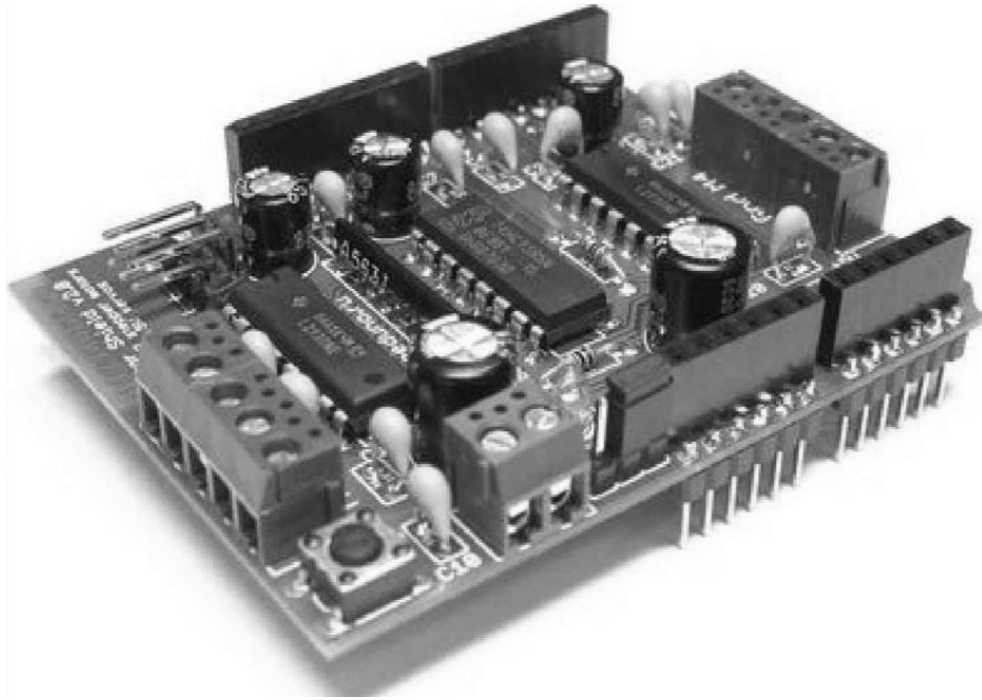

Рис. 1.7 Motor Shield
- ✓ **Motor Shield** – забезпечує управління двигунами постійного струму (Рис. 1.7);